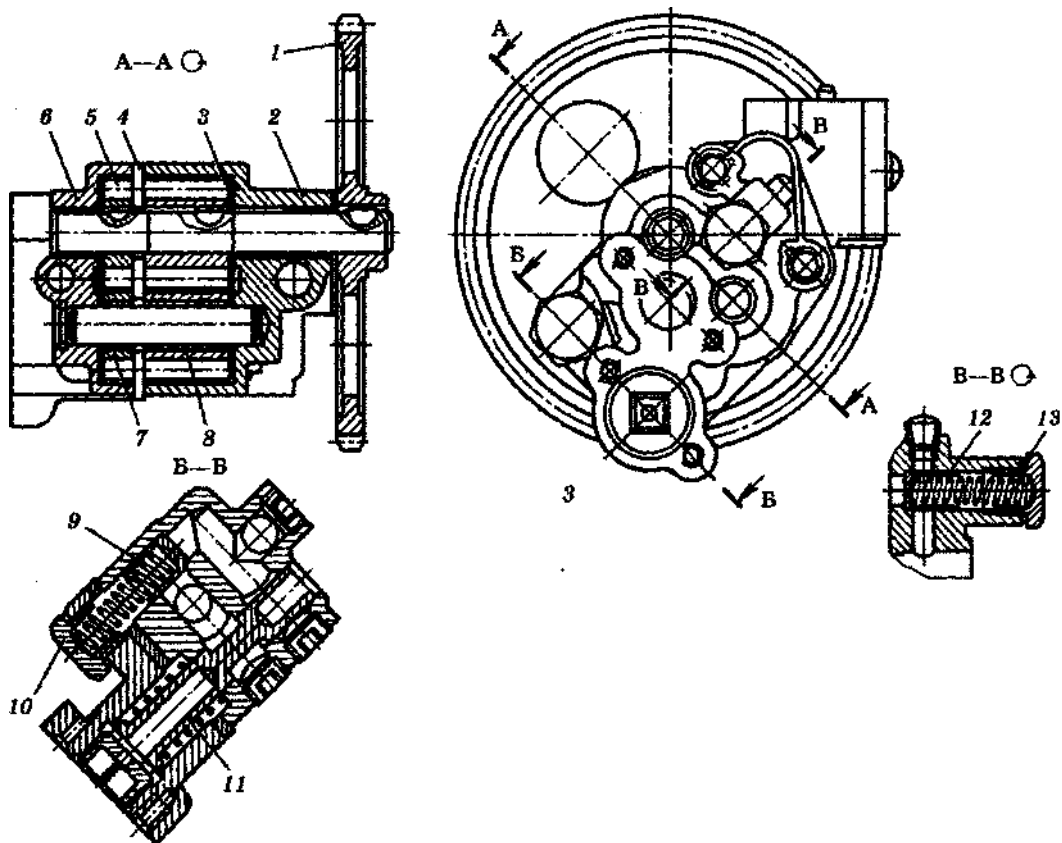

Рис. 2. Схема шестеренного двосекційного оливного насоса дизеля КамАЗ-740:
2. Вивчіть оливний насос (рис. 2).
7. Вивчіть будову оливного двосекційного насоса (рис. 2), аналогічного двосекційним насосам тракторних дизелів.